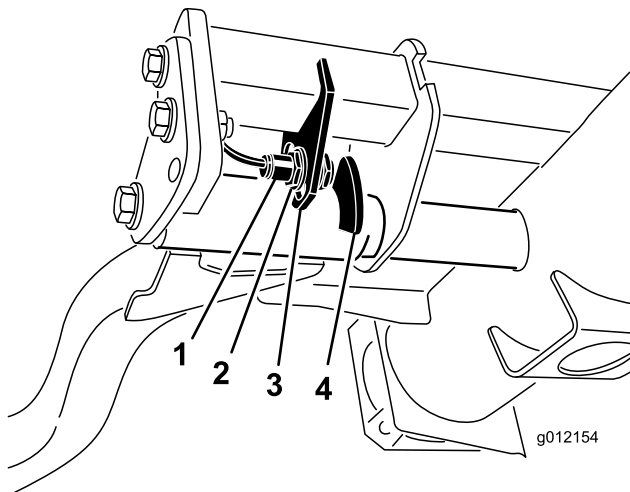

Figure 43
2. Le commutateur des bras de relevage se trouve sous le réservoir hydraulique, derrière le bras de relevage avant droit (Figure 43).
3. Desserrez les vis de fixation du commutateur (Figure 43) et abaissez le commutateur pour augmenter la hauteur du changement de direction des bras de relevage ou élevez-le pour réduire la hauteur du changement de direction. Serrez les vis de fixation.